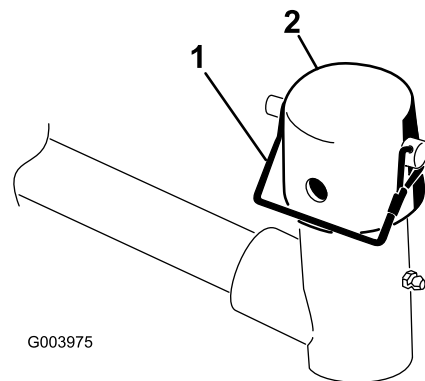

図 7
7. 昇降アームのピボットヨークからスナッパピンとキャップを取る 図 7。
11. スナップピンを使って、キャップとキャリアフレームのシャフトとを昇降アームのヨークに固定する。カッティングユニットをステアリングモードで使う場合はスロットを使い、固定モードで使用する場合には、穴を使う 図 7。